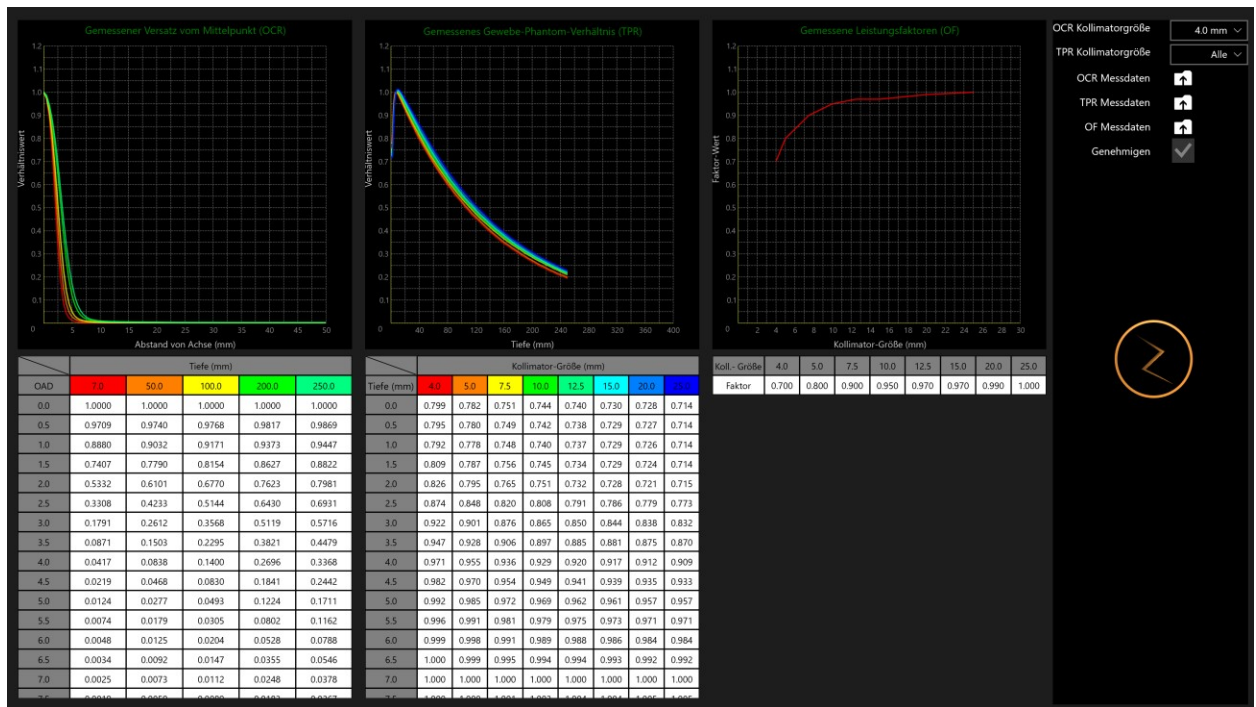

Abbildung 10-3. Seite „Strahldaten“
2. Die Seite „Strahldaten“ wird angezeigt (siehe Abbildung 10.3).